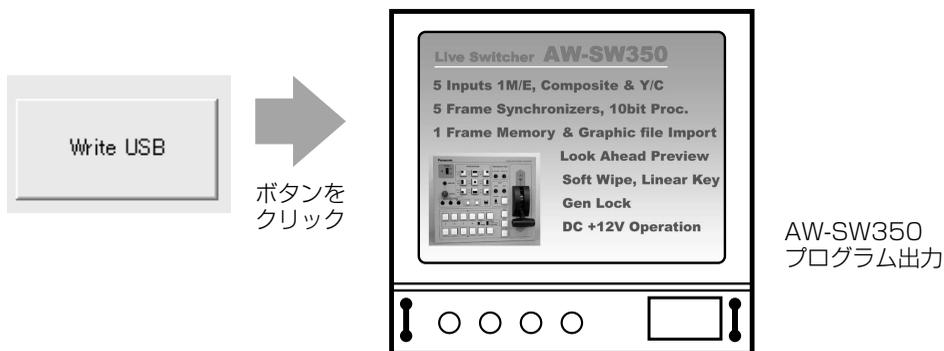

図14：PGM確認
- 6** “Write USB” ボタンをクリックして画像データの転送を開始します。転送終了後、AW-SW350のPGM出力をモニタし、画像データが転送されたことを確認します。(図14)